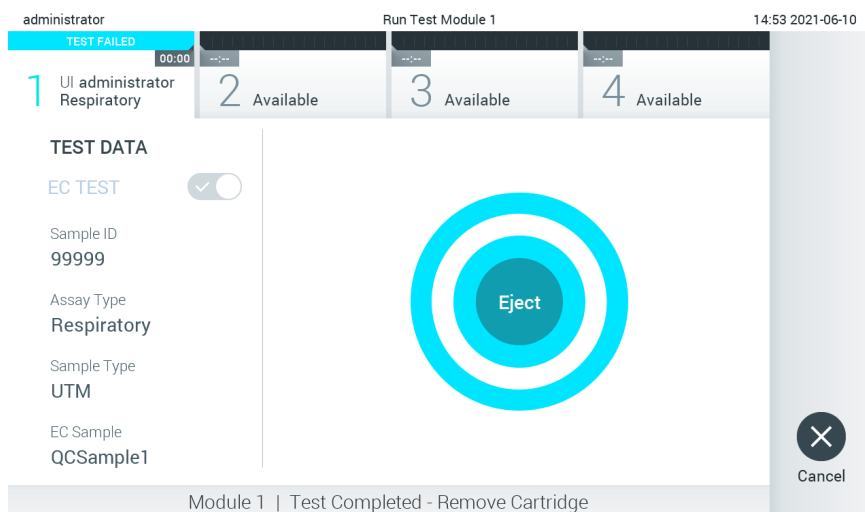

图 96. Eject (排出) 屏幕。
11. 测试运行完成后，将显示 **Eject**（排出）屏幕（图 96）。按下触摸屏上的 **Eject**（排出）按钮取出 QIAstat-Dx 检测试剂盒卡盒，并按照所有国家、州和当地健康和法规和法律，将其作为生物危险性废弃物进行处置。